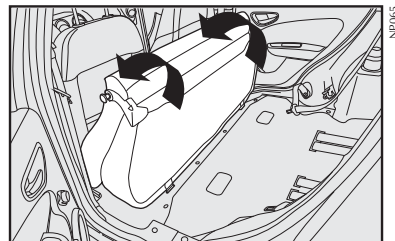

fig. 95
5) Em seguida, rebater o banco traseiro inteiro para a frente **fig. 95** de maneira a obter uma única superfície de carga **fig. 95**. Se for necessário, deslocar um pouco os bancos dianteiros para frente.